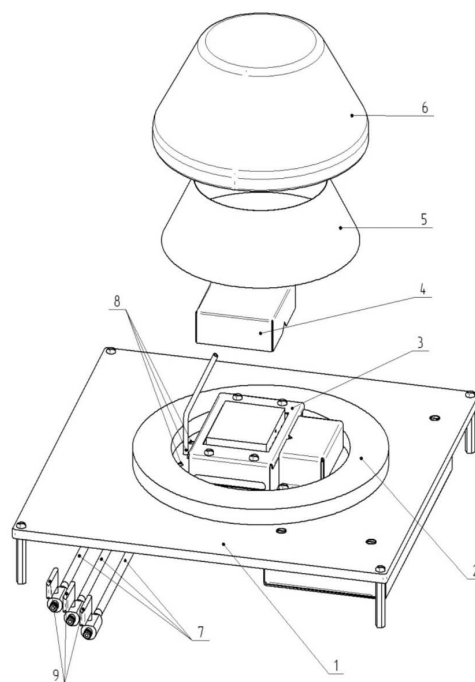

Рис. 1
1.3.1 Вакуумная установка МАГИСТР Ц20-ТМВ, рис.1, выполнена на платформе (1) с закрепленной в центре нагревательной поверхностью (3) с датчиком температуры, уплотнителя (2) из кольца вакуумно-плотной резины, термоэкрана прямоугольной формы (4) и формы усеченного конуса (5), заказывается отдельно, и стеклянного колпака (6). В пределах периметра внутренней окружности уплотнителя, в нижней поверхности платформы установлены штуцера (8) для подачи и откачивания газов (воздуха). К штуцерам закрепляются шланги (7) с кранами-натекателями (9), заказывается отдельно.